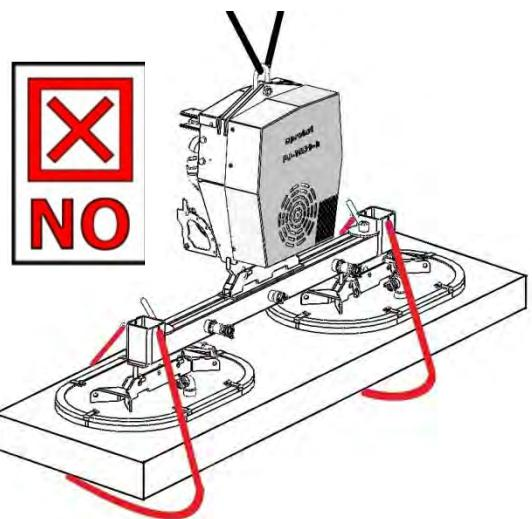

Fig. 2
- **La catena di sicurezza non deve MAI penzolare liberamente sotto il carico, altrimenti il carico può cadere in caso di mancanza di vuoto/perdita (ad es. a causa di mancanza di corrente)** (Fig. 2). **Pericolo mortale!**